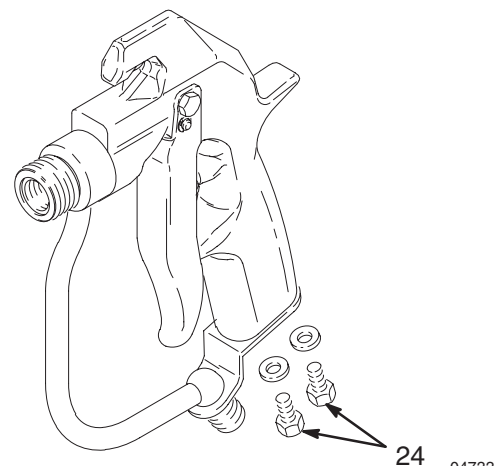

Abb. 19 04733
- Die Schrauben (24) eindrehen. Siehe Abb. 19.